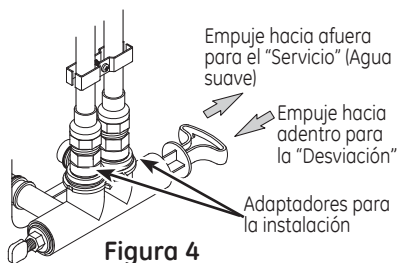
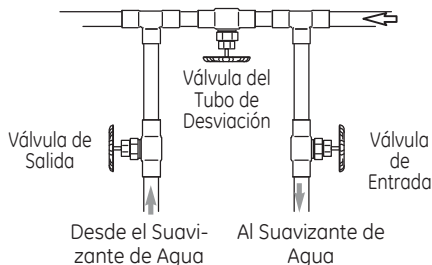

Figura 4
Figura 5
Siempre instale una válvula de desviación simple (provista), como se muestra en la Figura 4, o, si lo desea, puede adquirir y ensamblar piezas para un sistema de desviación de 3 válvulas (no incluido), como se muestra en la Figura 5. Las válvulas de desviación le permiten cerrar el agua en el suavizante para el mantenimiento si es necesario, pero aún tener agua en las tuberías de la casa.
3. Coloque la válvula de desviación en la posición de "desvío" (consulte la Figura 4). En una válvula simple, deslice el vástago hacia adentro en dirección al desvío. En un desvío de 3 válvulas, cierre las válvulas de entrada y salida y abra la válvula del desvío.
8. Una vez que la unidad esté en la posición de lavado regresivo, coloque la válvula de desvío en la posición SERVICE (Servicio) (consulte la Figura 4), exactamente como se muestra::